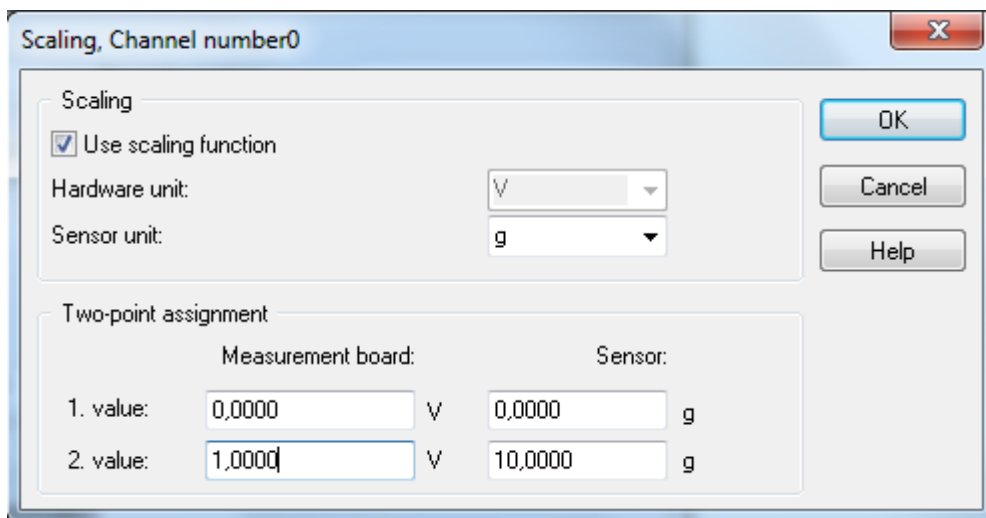

Rys. 17 » Okno wyboru urządzenia, kanał 0 aktywny, kanał 1 nieaktywny
Należy w tym celu rozwinąć kolejno foldery *Modules* -> *Inputs/Outputs* -> *Driver*, a następnie przeciągnąć moduł *Analog Input* na obszar roboczy programu (rys. 13). Domyślnie aktywny jest tylko jeden kanał wejściowy. Po dwukrotnym kliknięciu lewym przyciskiem myszy na module w obszarze roboczym, pojawi się okno konfiguracji wejścia *Analog Input*, w którym możemy uaktywnić drugi kanał, wybrać zakres pomiarowy oraz zmienić nazwy kanałów (rys. 17). W oknie tym możemy zmienić następujące rzeczy:
- Włączyć/wyłączyć kanały wejściowe. Dostępne kanały wejściowe symbolizowane są w postaci gniazd i wtyczek. Na rys. 17 przedstawiono sytuację, w której aktywny jest kanał nr 0 (widoczny jest symbol „błyskawicy” na połączonych „gnieździe” i „wtyku”), zaś kanał nr 1 jest nieaktywny – „gniazdo” i „wtyk” są rozłączone. Aktywacji kanału nr 1 można dokonać klikając dwukrotnie lewym przyciskiem myszy na jego symbolu, spowoduje to jego zmianę na symbol połączonych „gniazda” i „wtyku”. Dezaktywacja kanału polega na dwukrotnym kliknięciu prawym przyciskiem myszy na jego symbolu.